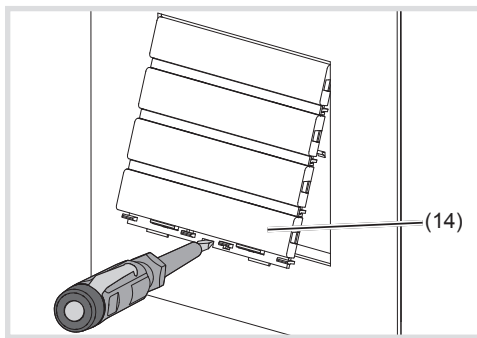

Bild 12: Demontage Rufaster Modul Aufsatz
(13) Abdeckstreifen
- Rufaster Modul Oberteil in der unteren Hebelöffnung mit dem Schraubendreher leicht anheben und nach vorne führen (Bild 12).